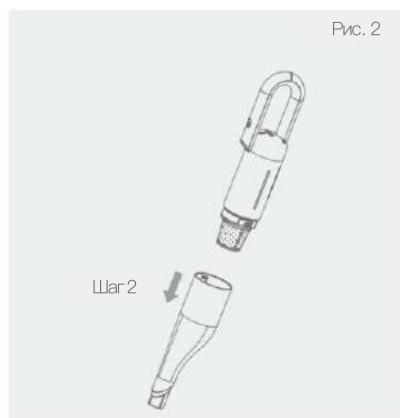

Рис. 2
2. Соберите блок напольной щетки (рис. 2–1) на трубке согласно направлению на рисунке, обратите внимание на соответствующее соединение двух наклонных поверхностей, убедитесь, что щетка установлена на место, как показано на (рис. 2–2).